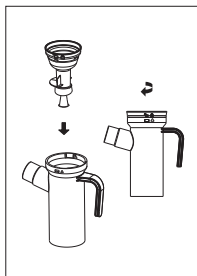

Рисунок 4.
- Установите дефлектор в чашку ингалятора и поверните его по часовой стрелке до совмещения символов  и . (Рисунок 4).